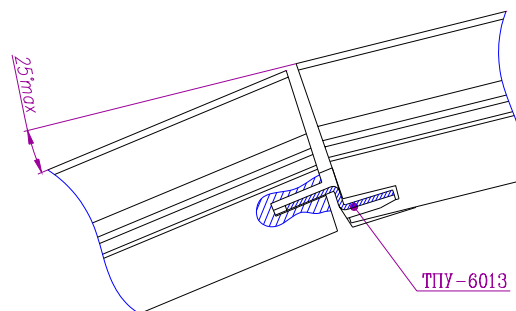

Рис.9-7 Установка дренажной вставки ТПУ-6013
- В местах стыковки стоек по длине для перетекания влаги с верхней стойки на нижнюю устанавливается дренажная вставка ТПУ-6013 (рис.9-7). Концы стоек должны иметь при этом соответствующую обработку. Дренажная вставка позволяет стыковать стойки под углом до 25°.